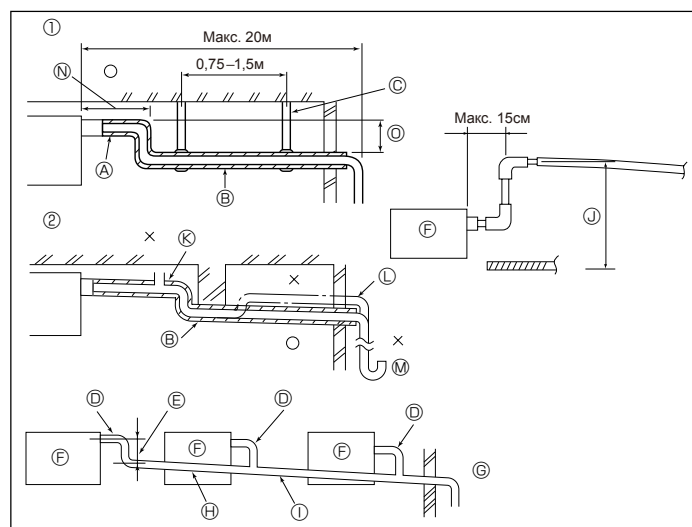

Рис. 3-4
- Г Кожух трубы ③
3.3. Дренажные трубы (Рис. 3-4)
- ① Правильное соединение труб
- ② Неправильное соединение труб
- ③ Изоляция (9 мм или больше)
- ④ Наклон вниз (1/100 или больше)
- ⑤ Поддерживающий металл
- ⑥ Выпуск воздуха